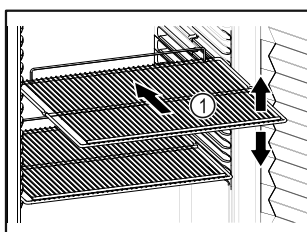

Fig. 61 Ilustratīvs attēlojums
- ❑ Ja novietošanas režģi Fig. 61 (1) ir novirzāmi, pielāgojiet tos pēc augstuma.